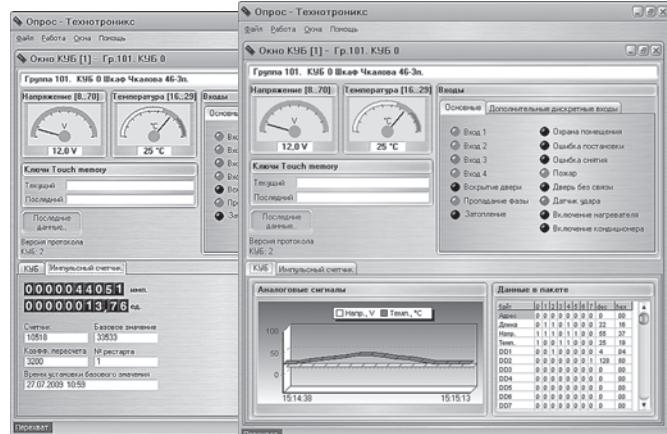

Рис. 4. Окна КУБ-Микро: данные по счётчику электроэнергии, температуре, напряжению, состоянию входов и др. в режиме реального времени.
- в составе АПК «ЦЕНСОР-Технотроникс» (см. рис. 4, 5);